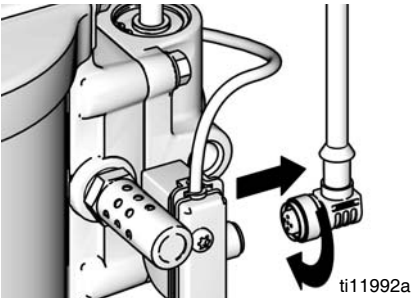

FIG. 9. Desconexión de DataTrak
1. Desenrosque el cable de la parte trasera del conjunto de interruptor de láminas. Vea la FIG. 9.